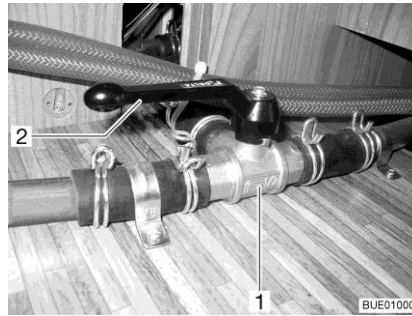

Bild 217 3-vägsventil
- Ställ spaken (Bild 217,2) till 3-vägsventilen (Bild 217,1) parallellt med den raka genomflödesriktningen (Bild 217).
- Ställ spaken (Bild 217,2) till 3-vägsventilen (Bild 217,1) tvärs mot den raka genomflödesriktningen.